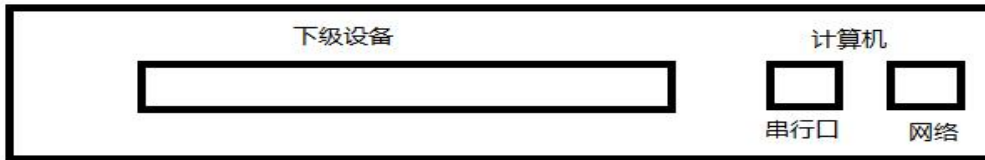

图 3
7.2.1 网关与地面计算机和下级设备输入输出端口见图 3。